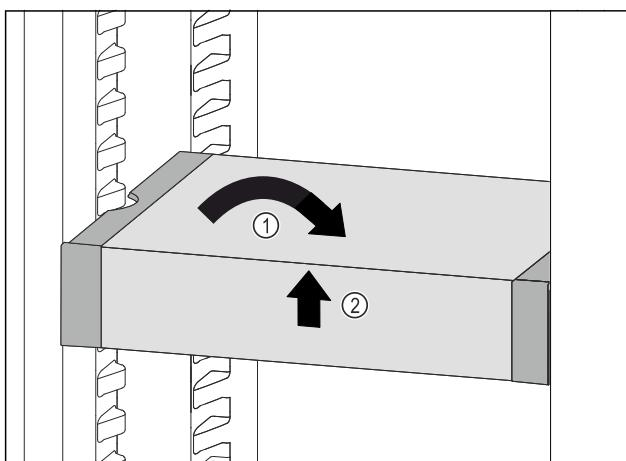

Fig. 124
- VarioSafe postavte rovno. Fig. 124 (1)
- VarioSafe nadvihnite vpredu. Fig. 124 (2)